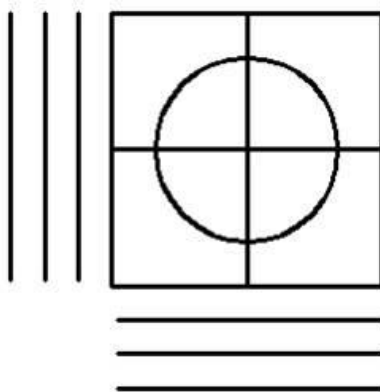

Рис. 69. Создание подобий отрезков
4. Создайте подобие для отрезков, являющихся сторонами квадрата с помощью команды **Подобие**. Расположите полученные копии на расстоянии 10 мм друг от друга (см. рисунок 69).